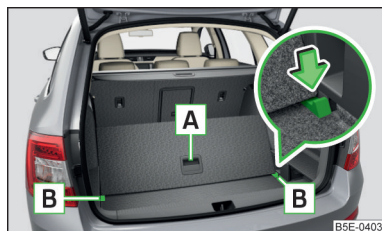

Fig. 122
► Para **dividir**, levantar el suelo de carga variable en el tirador [A] e introducir la rueda trasera del suelo de carga variable en las ranuras [B] en el sentido de la flecha » fig. 122.